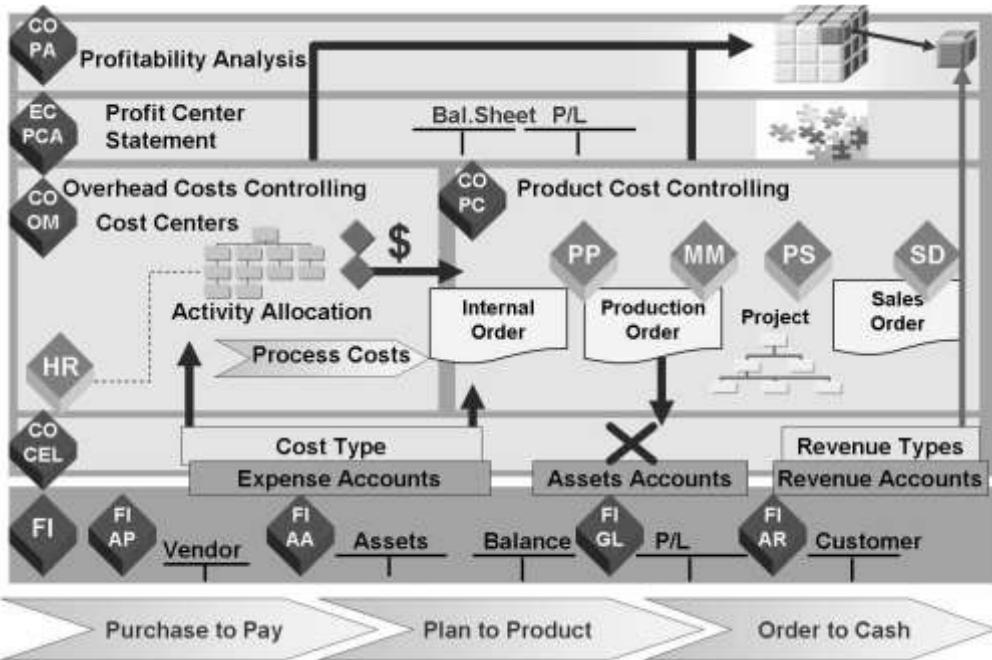

Figura 32: Integrare (Copyright SAP AG)
FI și CO sunt integrate nativ prin diverse puncte conform modului ilustrat în figura 32. În cele ce urmează sunt descrise succint elementele din figură împreună cu modul în care realizează integrarea în sistem.
**Managementul Costurilor de Regie** (Overhead Management, Figura 32) – **CO-OM** – se focalizează la asimilarea costurilor care nu pot fi atribuite direct bunurilor și serviciilor companiei și pentru care este posibilă alocarea lor viitoare pe o bază efect-cauză. Atribuirile conturilor pentru aceste costuri sunt, de exemplu, centre de cost și comenzi interne. Toate datele relevante pentru costuri sunt transportate automat de la FI la CO. Ca parte a acestui proces sistemul asignează automat cheltuielile și veniturile la diverse obiecte de asignare a conturilor CO cum ar fi centre de cost, procese de business, proiecte sau comenzi. Conturile relevante din FI sunt gestionate în CO sub formă de elemente de cost/ cheltuieli sau de venit, conform cazului. Centrele de cost furnizează astfel informații despre locul în care au loc costurile în companie. Aceasta înseamnă că, în cadrul de lucru al procesului de planificare, pot fi planificate nu numai costurile ci și serviciile interne pentru calculul de preț pe tipuri de activități. Dacă peste ani, centrele de cost fac servicii pentru alte centre de cost sau pentru domeniul valoare-adăugată al companiei, serviciile – evaluate cu prețuri – află calea lor la respectivii recipienți (clienti). La sfârșitul perioadei sunt determinate soldurile obiectelor de regie și care sunt alocate ulterior la controlul prețului de cost al produsului sau la contabilitatea rentabilității vânzărilor. Controlul costurilor cu regia examinează cauzalitatea costului ariilor funcționale ale companiei. Tradițional costurile de regie au fost alocate de la centrele de cost la obiectele de cost utilizând diverse metode cum ar fi alocarea pe bază de procente predefinite din costul de regie sau alocare pe bază de activități. Controlul costurilor de regie are două componente: contabilitatea centrelor de cost (CCA) și comenzi interne (IO).